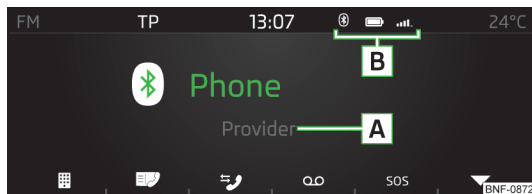

Fig. 111
➤ Tryk på funktionsknappen ☰ » Fig. 111 på side 82 i hovedmenuen Phone.
➤ Tryk på funktionsknappen ☰ » Fig. 111 på side 82 i hovedmenuen Phone for at få listen vist.
► Tryk på funktionsknappen **▼** » Fig. 111 på side 82 i hovedmenuen *Phone*.
► Tryk på funktionsknappen **☺** » Fig. 111 på side 82 i hovedmenuen *Phone* for at få listen vist.